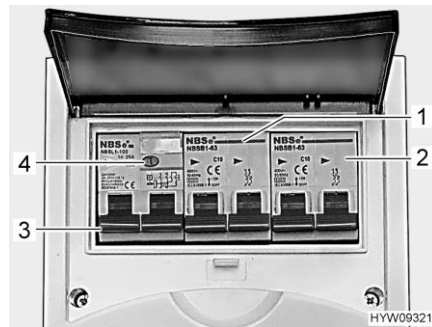

Fig. 114 Interruptor de protección de línea e interruptor FI (caja de fusibles de 230 V)
Un interruptor de corriente de defecto (interruptor FI) (Fig. 114,3) en la caja de fusibles asegura el vehículo completo contra corriente de defecto (30 mA).
El interruptor de protección de línea conectado en serie (10 A) (Fig. 114,1) asegura las cajas de enchufe de 230 V, el bloque eléctrico, el cargador adicional y el frigorífico.
En los vehículos con equipamiento especial, p. ej. la instalación de aire acondicionado en el techo, un interruptor de protección de línea adicional (16 A) (Fig. 114,2) asegurará el aparato.
- Si el vehículo está conectado a la alimentación de 230 V, pulsar la tecla de prueba (Fig. 114,4). Se debe activar el interruptor de corriente de defecto (FI).